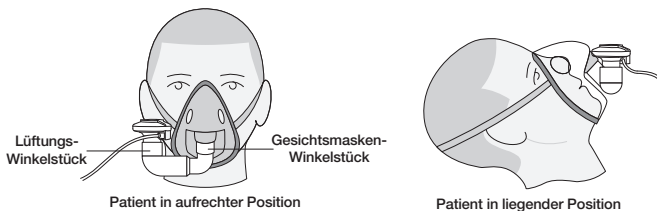

Abbildung 11. Anschluss an eine Maske
2. Das Lüftungs-Winkelstück entsprechend der Position des Patienten ausrichten (Abbildung 11).
Warnhinweise: Der Vernebler muss immer vertikal ausgerichtet sein, um eine ordnungsgemäße Vernebelung zu gewährleisten (Abbildung 11).